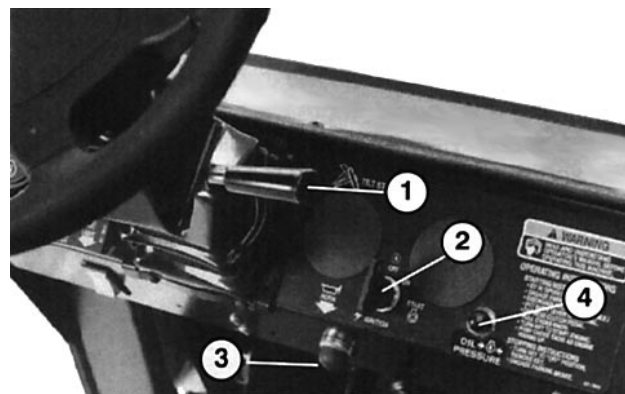

Fig. 7
Indstilling af ratsøjle (Fig. 7)—Ved hjælp af stangen på højre side af konsollen kan man indstille rattet, så det er mest behageligt.
Hornknap (Fig. 7)—Hornet aktiveres ved at trykke på denne knap.
Kontrollampe for lavt motorolietryk (Fig. 7)—Denne lampe lyser, hvis olietrykket i motoren er faldet under et sikkert niveau, mens motoren går. Hvis lampen blinker eller bliver ved med at lyse, skal vognen standses, motoren afbrydes og oliestanden kontrolleres. Hvis oliestanden er lav, men lyset ikke går ud, selv om der hældes olie på, når motoren startes igen, skal motoren omgående afbrydes, og man skal kontakte den lokale TORO forhandler for at få hjælp.
Tændingskontakt (Fig. 7)—Tændingskontakten bruges til at starte og standse motoren og har tre stillinger: AFBRUDT (OFF), KØRSEL (RUN) og START. Nøglen drejes med uret—START—for at aktivere startmotoren. Når motoren starter, slippes nøglen. Nøglen flytter sig automatisk til TILSLUTTET (ON) stilling. Motoren afbrydes ved at dreje nøglen mod uret til AFBRUDT (OFF).